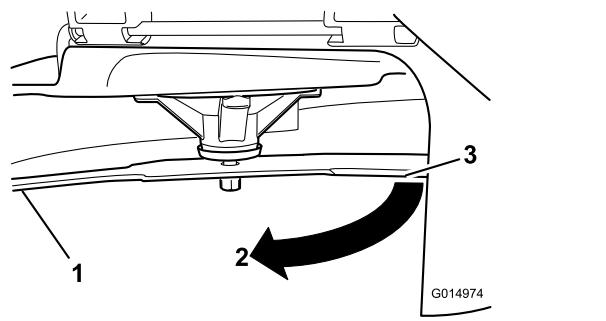

Figure 54
- 3. Distance mesurée entre la lame et la surface (A)
4. Tournez la même lame de 180 degrés pour amener l'autre tranchant à la même position (Figure 54).